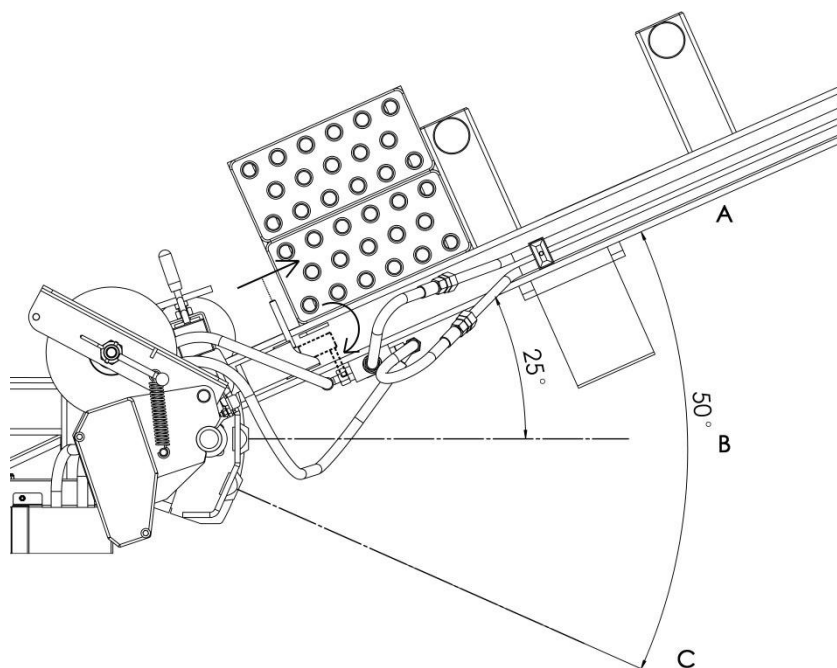

Рис.15. Изменение положения дышла.
Дышло обмотчика имеет возможность установки его в трех положениях (Рис. 15):
- Оттянуть стопорный шкворень дышла (Рис. 15),